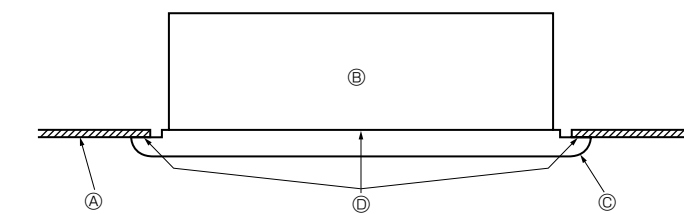

Fig. 5-6
- A seguir aperte os parafusos de fixação ② e fixe os parafusos ③ nos três lugares centrais.
- Finalmente aperte os parafusos de fixação ② nos quatro lugares à esquerda e à direita.
- Neste momento, certifique-se de que não existem folgas entre a unidade interna e o painel dianteiro, e entre o painel dianteiro e a superfície do tecto. Se existirem folgas, o vento pode entrar o que pode fazer com que comece água a pingar (Fig. 5-6).
- \* Aperte completamente os parafusos de fixação ② e os parafusos de fixação ③.
5.4. Verificações depois da instalação (Fig. 5-6)